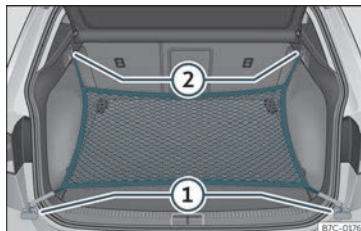

Fig. 113 Al maleter:argolles ① i ganxos ② per enganxar la bossa de xarxa.
- Fixeu els ganxos curts de la xarxa a les anelles d'amarratge »» **fig. 113** ① »» **⚠**. La cremallera de la bossa ha de quedar cap amunt.
- Fixeu les cintes als ganxos per penjar bosses ②.